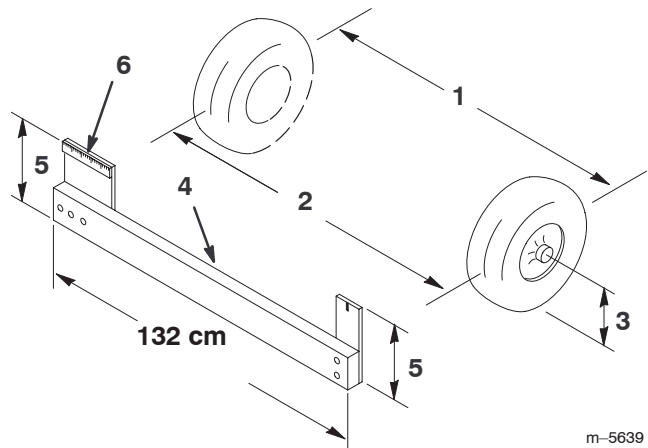

Bild 50
4. Messen Sie den Abstand zwischen beiden Vorderreifen auf Achshöhe (an der Vorder- und Rückseite der Vorderreifen) (Bild 50). Eine Messlehre ist für das hintere Maß der Vorderreifen auf Achshöhe erforderlich. Benutzen Sie das gleiche Maß für das genaue Vermessen der Vorderseite der Vorderreifen auf Achshöhe (Bild 50).